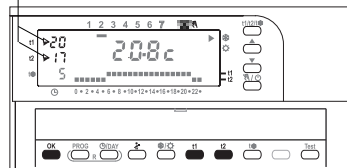

fig. 16
- a) **To store both temperature limits:** press **t1**, then press **t2**; the relative values will be fixed on the display with the indicators ► blinking alongside (fig. 16). Press **OK** to confirm: the chronothermostat will revert to the currently activated program.
- a) **Pour fixer les deux limites de température:** appuyer sur la touche **t1**, puis sur la touche **t2**; l'afficheur bloque les valeurs respectives accompagnées des indices ► qui clignotent (fig. 16). Appuyer sur la touche **OK** pour confirmer: le chronothermostat revient au programme de fonctionnement en cours.
- a) **Um beide Temperaturgrenzen festzulegen:** betätigen Sie die Taste **t1**, und anschließend **t2**; auf der Anzeige stehen nun neben den blinkenden Pfeilen ► die jeweiligen Werte (Abb. 16). Zur Bestätigung drücken Sie die Taste **OK**: der Zeitthermostat stellt auf den aktuellen Betrieb zurück.
- a) **Per fissare entrambi i limiti di temperatura:** premere il tasto **t1**, quindi premere il tasto **t2**; sul display si bloccano i rispettivi valori con a fianco gli indici ► lampeggianti (fig.16). Premere il tasto **OK** per confermare: il cronotermostato torna al programma di funzionamento in corso.
- a) **Para fijar ambos límites de temperatura:** presionar la tecla **t1**, y luego la tecla **t2**; en el display los valores se bloquean y los índices ► que están al lado parpadean (fig.16). Presionar **OK** para confirmar: el cronotermostato vuelve al programa que se está utilizando.